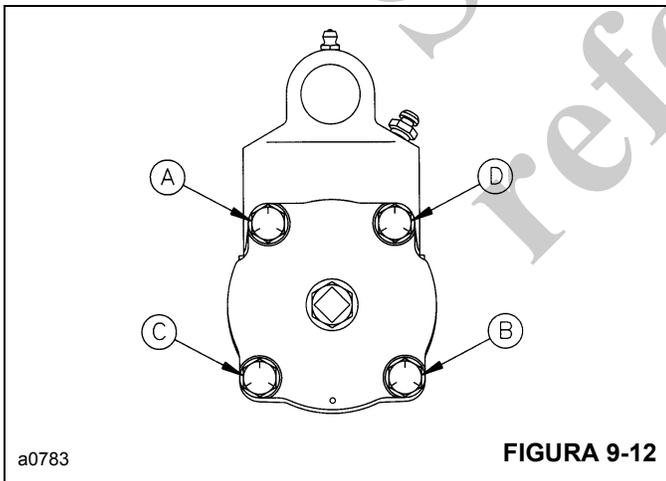

FIGURA 9-12
10. Afloje, sin sacar, cuatro pernos **1**. Afloje los tornillos uniformemente en la secuencia **A, B, C y D** (Figura 9-12) hasta eliminar la precarga del resorte.
- 29. Instale la empaquetadura nueva 23, la cubierta 3, las arandelas de seguridad 2 y los pernos 1. Apriete los tornillos uniformemente en la secuencia A, B, C y D (Figura 9-12). Cuando estén instalados, apriete cada tornillo a un par de 29.8 a 36.6 Nm (22 a 27 lb-pie).
- 9. Afloje, sin sacar, cuatro pernos 1. Afloje los tornillos uniformemente en la secuencia A, B, C y D (Figura 9-12) hasta eliminar la precarga del resorte.
25. Instale la empaquetadura nueva **23**, la cubierta **3**, las arandelas de seguridad **2** y los pernos **1**. Apriete los tornillos uniformemente en la secuencia **A**, **B**, **C** y **D** (Figura 9-12). Cuando estén instalados, apriete cada tornillo a un par de 29.8 a 36.6 Nm (22 a 27 lb-pie).